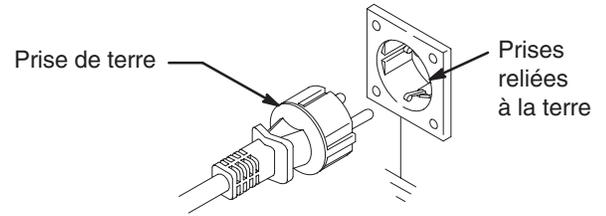

Fig. 2
1. Les pulvérisateurs nécessitent un circuit de 220-240 Vca, 50 Hz, 10A avec prise de terre. Voir Fig. 2.